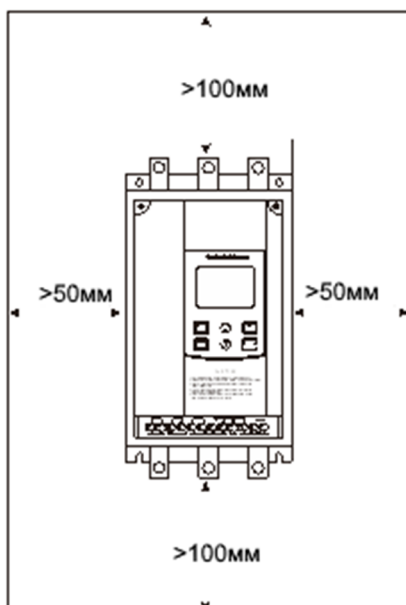

Рис. 3.1
- **Положение и расстояние:** Чтобы обеспечить хорошее охлаждение устройства плавного пуска и рассеивание тепла, установите устройство вертикально и убедитесь, что предоставленного пространства достаточно (См. Рис. 3.1)